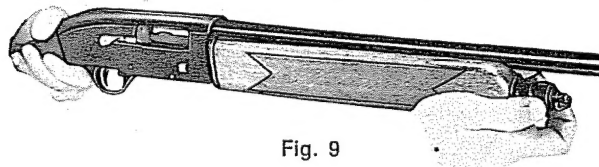

Fig. 9
- 9 — Rimettere il tappo dell'asta e serrare con una certa energia (fig. 9).
- 9 - screw on fore-end cap: make sure it is tight, (fig. 9).
- 9 - *visser bien à fond le bouchon du devant bois (fig. 9)*